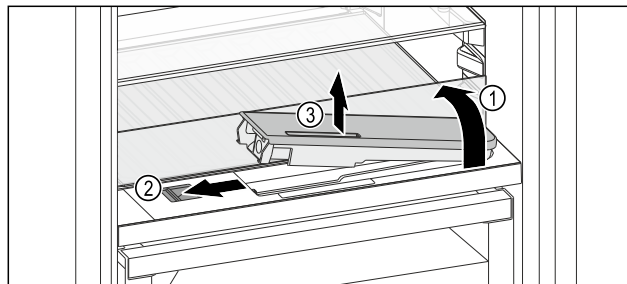

Fig. 118
- ▶ Emelje meg az üveglapot, és hajtsa hátra ütközésig Fig. 118 (1).
- ▶ Tolja balra a tolokát Fig. 118 (2).
- ▶ Vegye ki a víztartályt Fig. 118 (3).